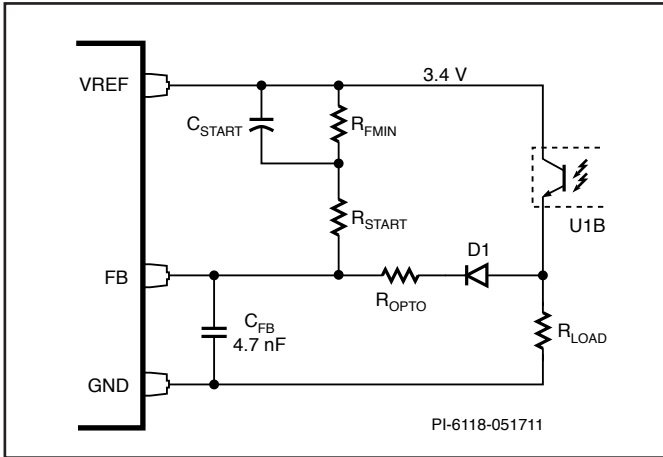

図 19. 追加の負荷抵抗があるフィードバック回路
FEEDBACK ピンは電圧レギュレーション フィードバック ピンです。このピンは 0.65 V 及び 2.5 kΩ の通常のテブナン等価回路です。通常の動作では電流が低下します。オートリスタートのオフ時及び起動前のクロック遅延時には、ソフトスタート コンデンサを放電するために内部で  $V_{REF}$  に引き上げられます。ピンに流入する電流によってスイッチング周波数が決まります。電流が大きくなると周波数が高くなるため、LLC 出力電圧は減少します。標準的な応用例では、VREF ピンに接続されたフォトカプラは、抵抗回路を通して FEEDBACK ピン上で引き上げられます。フォトカプラは、出力の上昇とともに増加する FEEDBACK ピン電流を供給するように構成されます。フォトカプラ、FEEDBACK ピン、及び VREF ピンの間の抵抗回路によって、カットオフから飽和までにフォトカプラが指定できる最小及び最大の FEEDBACK ピン電流 (さらには最小及び最大の動作周波数) が決まります。この回路には、ソフトスタート タイミング コンデンサ  $C_{START}$  (図 19) も含まれます。
この回路によって設定される最小周波数は、最小入力電圧のパワー伝送部に必要な周波数を下回る必要があります。図 19 では、これは  $R_{FMIN}$  と  $R_{START}$  の合計によって決まります。FEEDBACK ピン電流は、フォトカプラのカットオフが発生した場合、これら 2 つの抵抗によって決まります。 $C_{START}$  は、通常の動作時には無視できます。起動周波数を決定する  $R_{START}$  と、バースト モード起動 (下側) スレッシュホールド周波数の  $f_{START}$  を混同しないでください。
4.7 nF デカカップリング コンデンサ  $C_{FB}$  (図 19 を参照) と FEEDBACK ピンから提供された 2.5 k $\Omega$  の入力抵抗を併用すると、LLC 伝達関数でポールが形成されることに注意する必要があります。これにより、フィードバック ループに大幅な位相の遅れが追加されます。クロスオーバー周波数 3 kHz を使用した 250 kHz 設計の標準値は 4.7 nF です。ループの不安定さを防ぐには、4.7 nF コンデンサの値をあまり増加させないでください。もう一方で、FEEDBACK ピンのバイパス容量不足または不適切なレイアウトは、デューティサイクルの非対称を招く可能性があります。